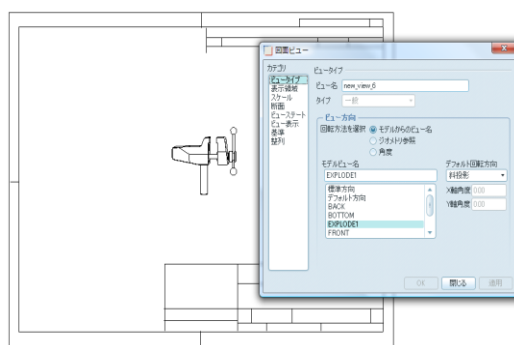

図 12-119 EXPLODE1 を選択
2) フレームとラベル付き A4 シートが現れる。マウスの右クリックをして、「一般ビューを挿入」を選ぶと結合ステートを選択ボックス内の「結合ステートなし」を選び、OK をして、シート中央に一回クリックをすると標準方向ビューと図面ビューのプロパティがグラフ ウィンドウに現れる。モデル ビュー名を EXPLODE1 にし、適用、閉じる (図 12-119) に示す。